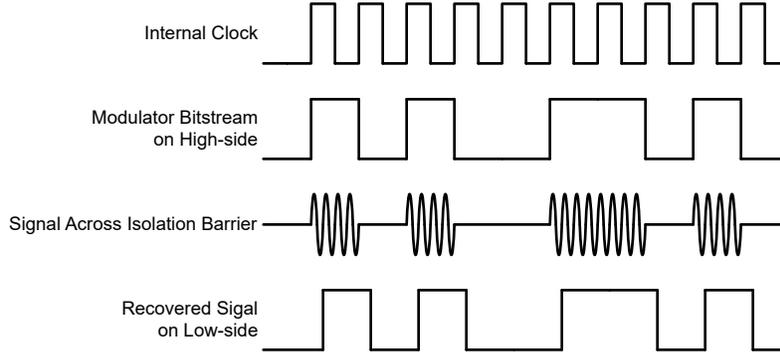

图 7-1. 基于 OOK 的调制方案
AMC3311 使用开关键控 (OOK) 调制方案 (如图 7-1 所示), 跨过基于 SiO_2 的隔离栅来传输调制器输出比特流。功能模块图 中描述的发送驱动器 (TX) 跨过隔离栅发送一个内部生成的 480MHz 载波来表示数字一, 不发送信号则指示数字零。